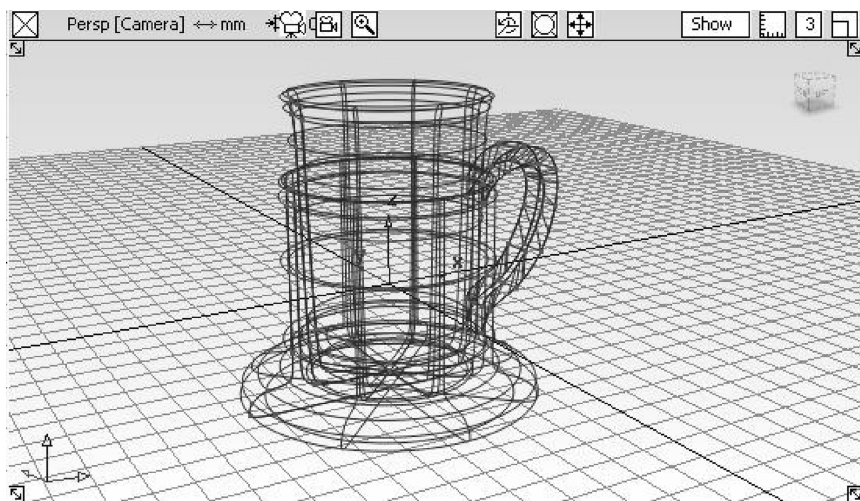

图 2-64 咖啡杯整体曲线
- 25 至此，咖啡杯曲线模型创建完成，如图 2-64 所示。